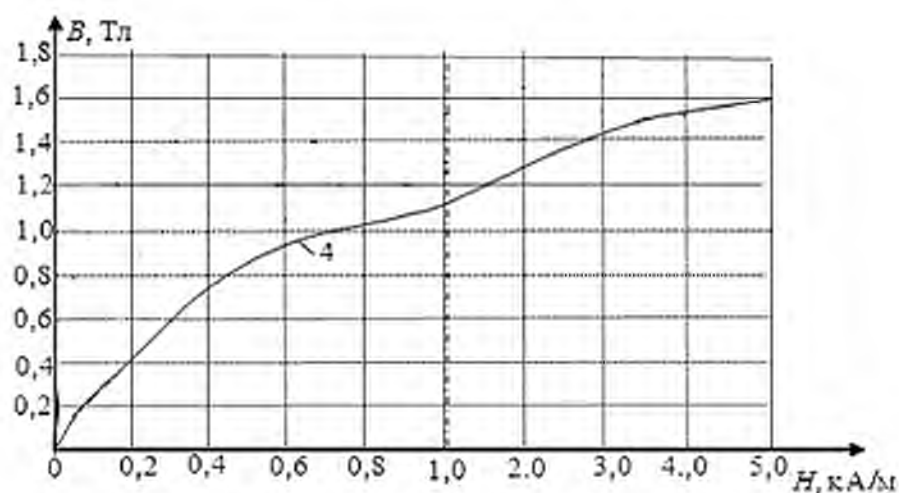
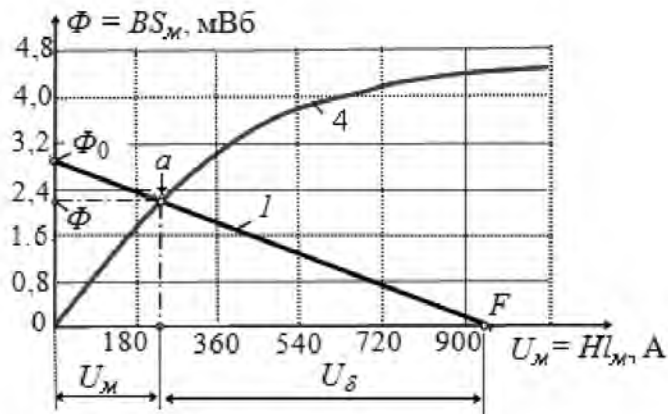

Рис. 6.6. Кривая намагничивания литой стали 108952
Рис. 6.7. Графический расчет магнитной цепи
Материал сердечника для студентов с номерами 16-20 в списке группы- литея сталь 108952, представленная кривой намагничивания рис.6.6.
- кривая намагничивания рис. 6.6.
Используя кривую намагничивания рис. 6.6, построим на рис.6.7 вебер-амперную характеристику  $\Phi(U_M)$  ферромагнитного сердечника (кривую 2), заменив магнитные величины  $B$  и  $H$  на осях кривой  $B(H)$  соответственно величинами  $\Phi$  и  $U_M$ . Для этого следует умножить значения магнитной индукции  $B$  на площадь  $S_M$  поперечного сечения сердечника, а значения напряжённости магнитного поля  $H$  умножить на длину  $l_M$  средней м. с. л. в сердечнике.
*Проверка 1:* На начальном участке вебера-амперная характеристика ферромагнитного сердечника примерно линейная, рис. 6.7. Поэтому его можно заменить линейным сопротивлением, равным отношению  $U_M$  к  $\Phi$ . Получим  $R_M = 1 \times 10^5 \text{ 1/Гн}$ . В получившейся линейной магнитной цепи магнитный поток можно найти по закону Ома: